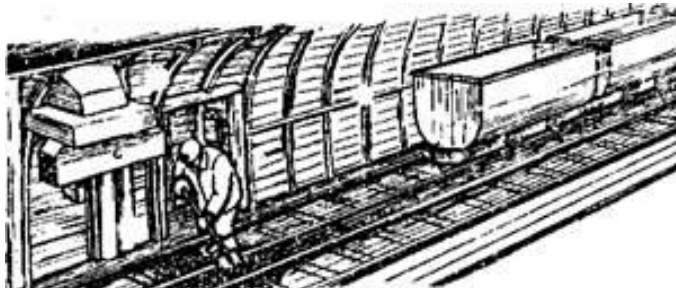

Рисунок 10
28. После погрузки партии вагонеток горнорабочий, находясь на путях, стал зачищать уголь с почвы штрека и вдруг услышал звук приближающегося состава (рис. 10).